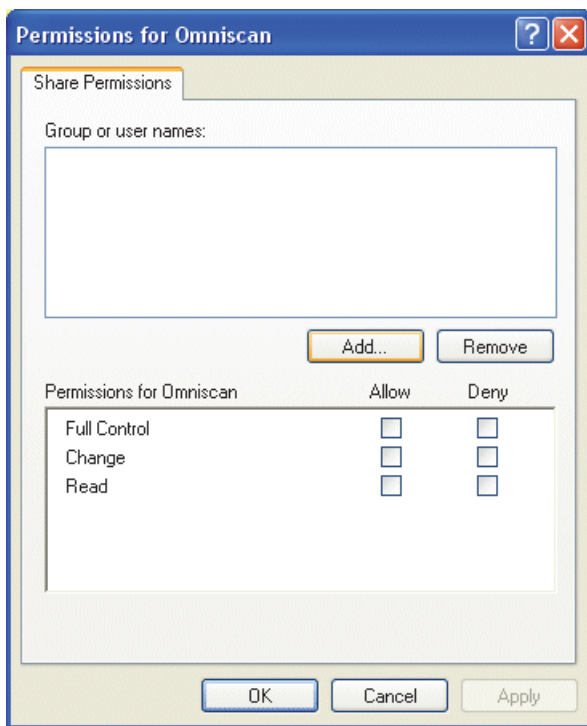

图 7-15 Omniscan 的权限对话框（Windows XP）
7. 在 **Permissions for Omniscan** (Omniscan 的权限) 对话框中, 点击 **Add** (添加) (参见第 205 页的图 7-15)。